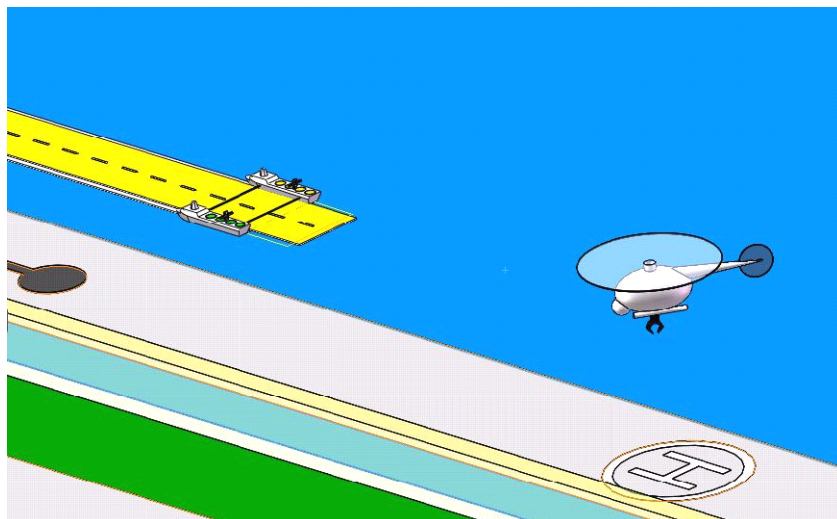
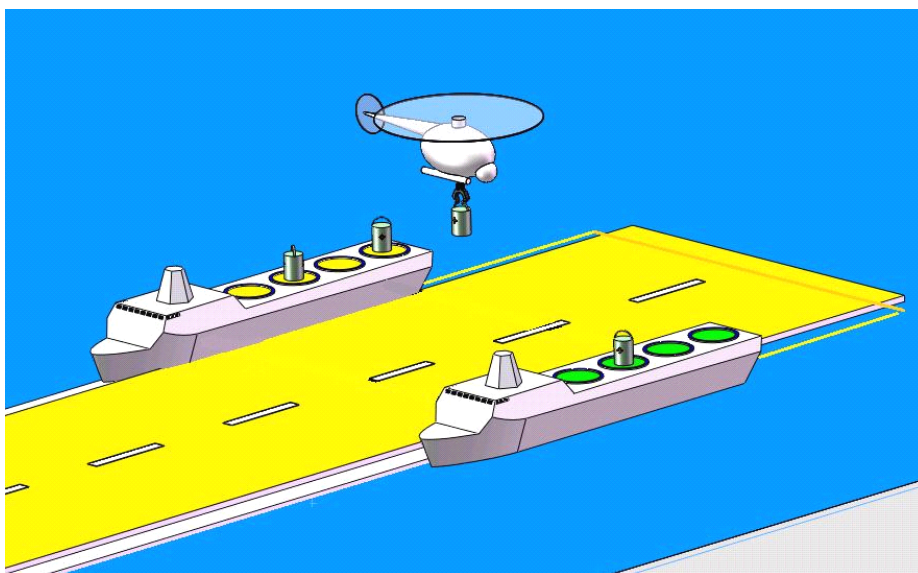

图4旋翼无人机起飞着陆区示意图
图5拾取和码放
- 4) 桶装物品载荷：4个，单个重量小于2kg，桶外形见图5，桶上有垂直固定的半圆弧提手；
旋翼无人机从起飞着陆区自动起飞，如图4所示。起飞后，动平台启动并以一定的速度由东向西移动，平台启动时机由裁判组随机设置，移动速度不超过1m/s。平台到达最西端极限位置后将反向向东运动，速率不变。旋翼无人机飞往一侧动平台拾取区，拾取物品，码放在另一侧动平台码放区，如图5所示。拾取和码放过程中，旋翼无人机平台任何部件，包括机载拾取装置，不能接触地面、甲板、动平台和其它任何固定的赛场设施。